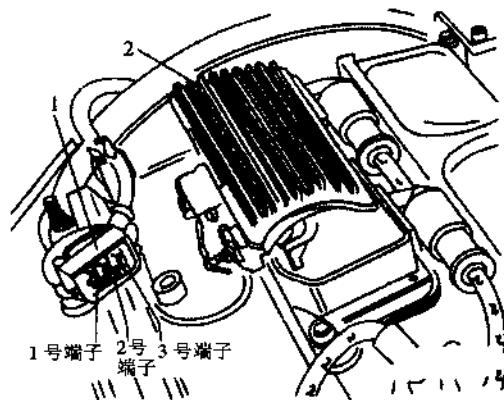

图 2.45 拔下点火线圈的功率终端极插头
① 检测点火线圈供电电压,拔下点火线圈的插头,如图 2.45 所示,打开点火开关,检测插头上的 2 号端子与发动机接地线间的电压,应为蓄电池电压(不低于 11.5V)。
② 若供电电压不正常,则检测其线路。关闭点火开关,将检测箱接入系统电路中。检测点火线圈插头上的 1 号端子、3 号端子与检测箱 78 号、71 号插孔间的导通情况,正常为导通(电阻值 1.5Ω);检测点火线圈插头上 2 号端子与继电器板间的线路的导通情况,正常为导通(电阻值 1.5Ω)。
③ 检测发动机电子控制单元(ECU)的控制信号。拔下喷油器插头,用测试灯分别将点火线圈插头上的 1 号端子、3 号端子与发动机接地线相连接,用启动机带动发动机转动,正常时,测试灯应闪亮。
④ 测试灯若不闪亮,而点火线圈的供电电压及其线路正常,表明发动机电子控制单元(ECU)有故障,应予以更换。
⑤ 测试灯若闪亮,而对火花塞做电火花试验时火花塞不跳火,表明点火线圈有故障,应予以更换。